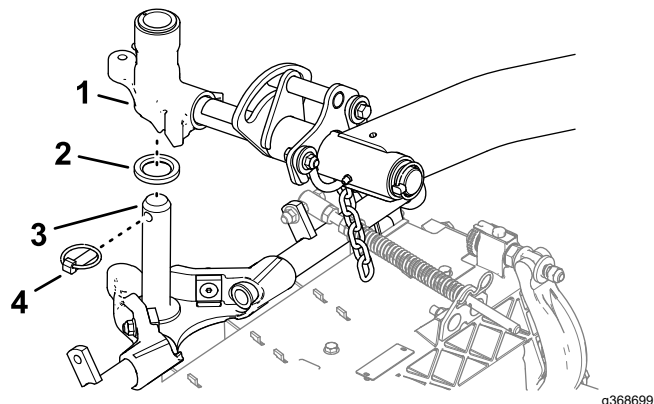

Рисунок 27
1. Подведите режущий блок под подъемный рычаг (Рисунок 27).